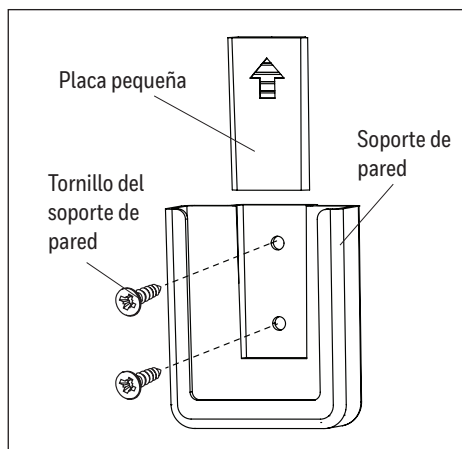

Figure 5.7
7. El paquete remoto viene equipado con un soporte de pared. Si desea instalar el soporte de pared, retire la placa pequeña para dejar al descubierto los orificios para tornillos. Inserte los tornillos de soporte de pared para el soporte de pared por los orificios y en la pared, y luego cubra con la placa pequeña que retiró previamente. Se puede guardar el control remoto en el soporte de pared para un fácil acceso (Figure 5.7).